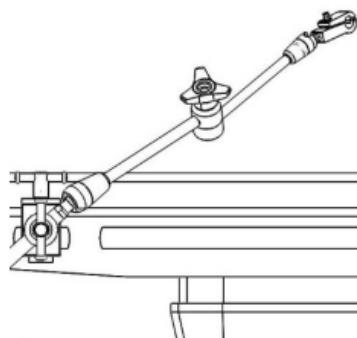

Figure 1
- Insérez un bras articulé (AL-0110) dans chacune des pinces de table pivotantes. Positionnez le bras articulé et la pince de table de sorte qu'ils soient inclinés le plus bas possible et qu'ils n'entravent pas le mouvement du chirurgien (Figure 1).